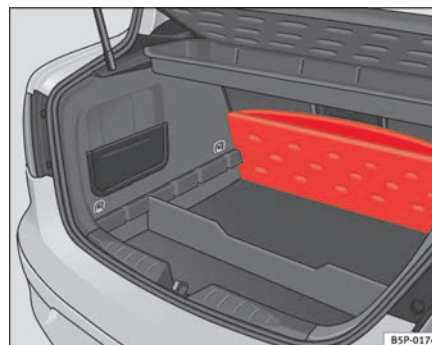

Abb. 105 Klappe am Gepäckraumboden
- Den Gepäckraumboden anheben und vollständig nach hinten klappen ⇒ Seite 145, Abb. 105.